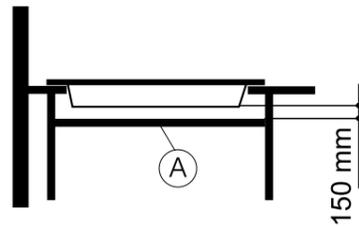

Fig. 5
- S'il y a une paroi horizontale „A” sous la table de cuisson, la distance entre la table et la paroi devrait être au moins de 150mm (fig. 5).
- Après avoir fixé la table on peut mettre en place une paroi horizontale „A” au-dessous du plan de travail (fig. 5) qui empêchera l'utilisateur de toucher involontairement la table chaude par dessous.